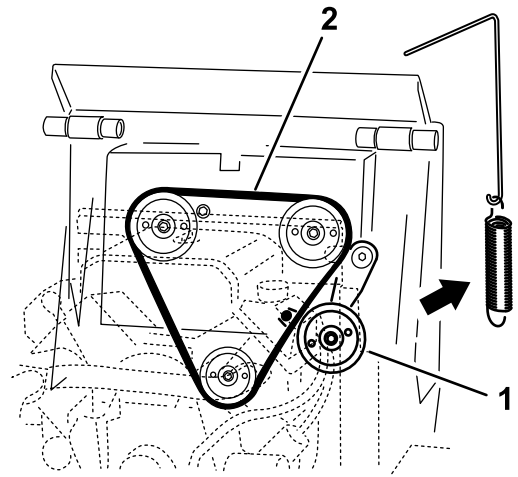

图 53
5. 从惰轮皮带轮组件上拆下惰轮皮带轮弹簧图 53。
7. 在 3 个皮带轮上安装新传动皮带图 53。